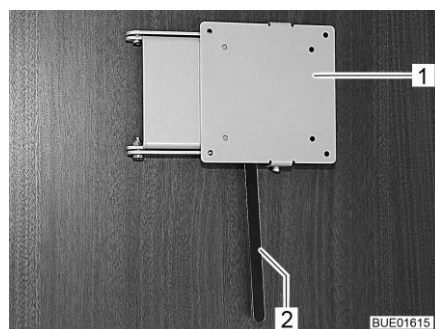

Fig. 108 Support avec levier de déverrouillage
- Pousser le levier de déverrouillage (Fig. 108,2) sur le côté et pivoter le support (Fig. 108,1) et l'écran plat pour les amener en position souhaitée.
- Ranger : ■ Pivoter l'écran plat en sens inverse, jusqu'à ce que le support (Fig. 108,1) s'enclenche dans le verrouillage.